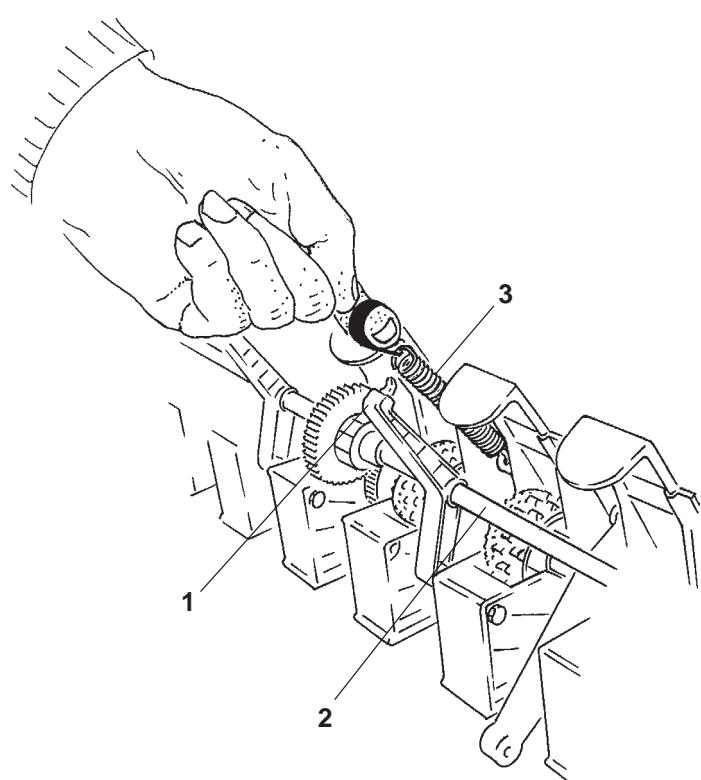
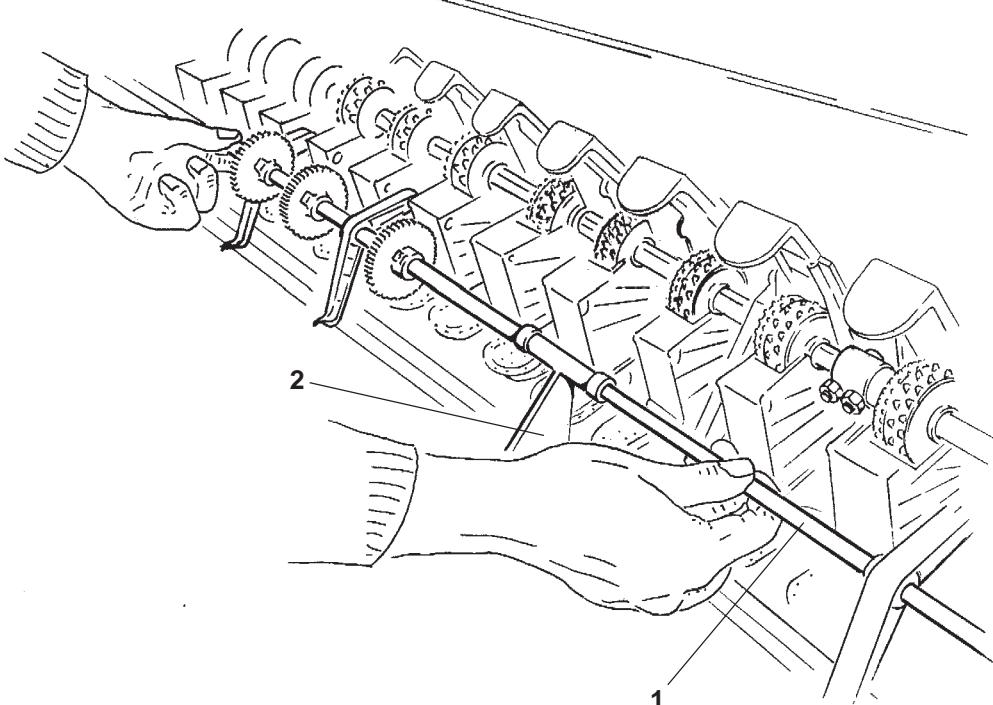

Рис. 13.11
Рис. 13.12
- Поворотный кронштейн (Рис. 13.11/1) промежуточного вала (Рис. 13.11/2) закреплены пружиной. Снимите пружины (Рис. 13.11/3) и откиньте промежуточный вал (Рис. 13.12/1). При этом крепление (Рис. 13.12/1), которое аксиально закрепляет промежуточный вал необходимо вынуть из пазов высевной коробки.